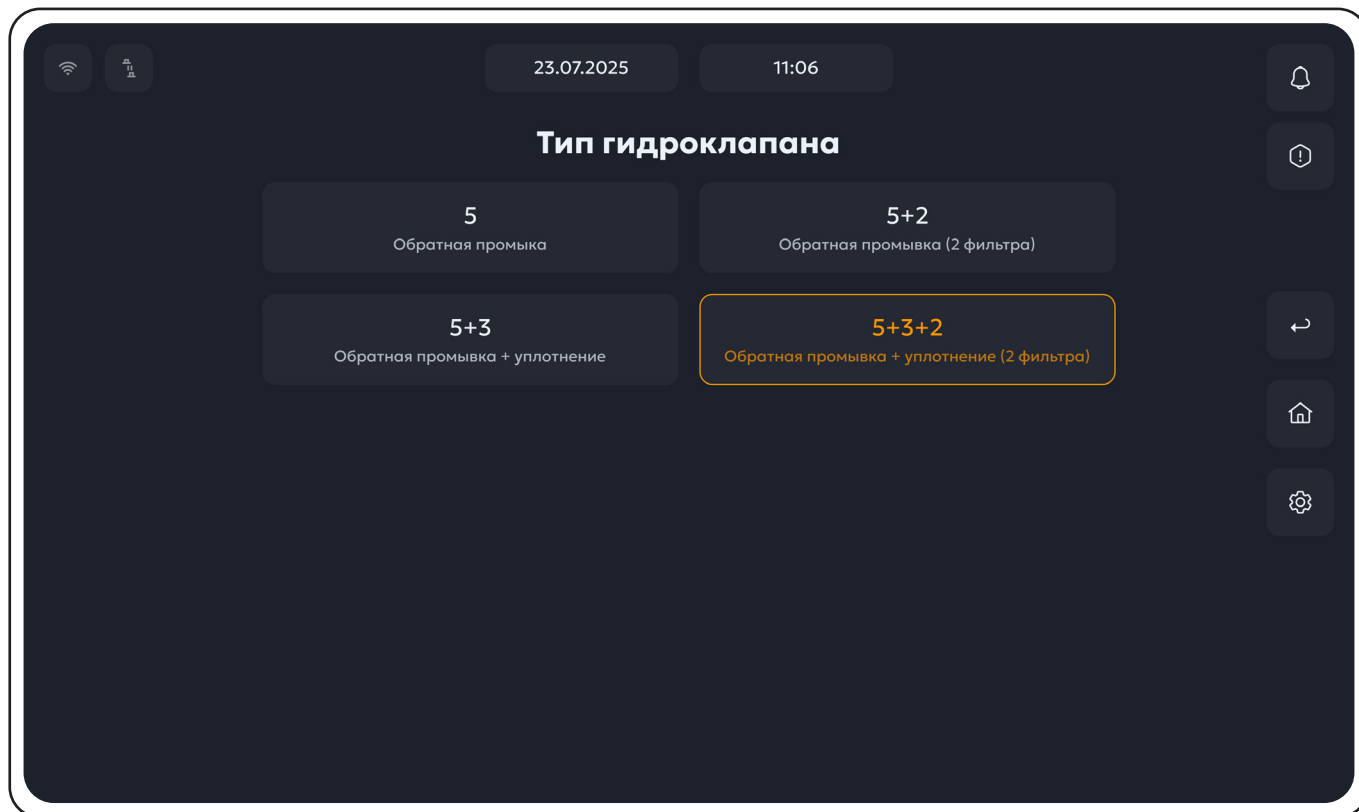

Рисунок 54. Меню выбора типа подключения гидроклапана(-ов).
1. В пункте **Тип гидроклапана** нажать кнопку "**Редактировать**", откроется меню выбора подключения гидроклапана(-ов) (рис.54);